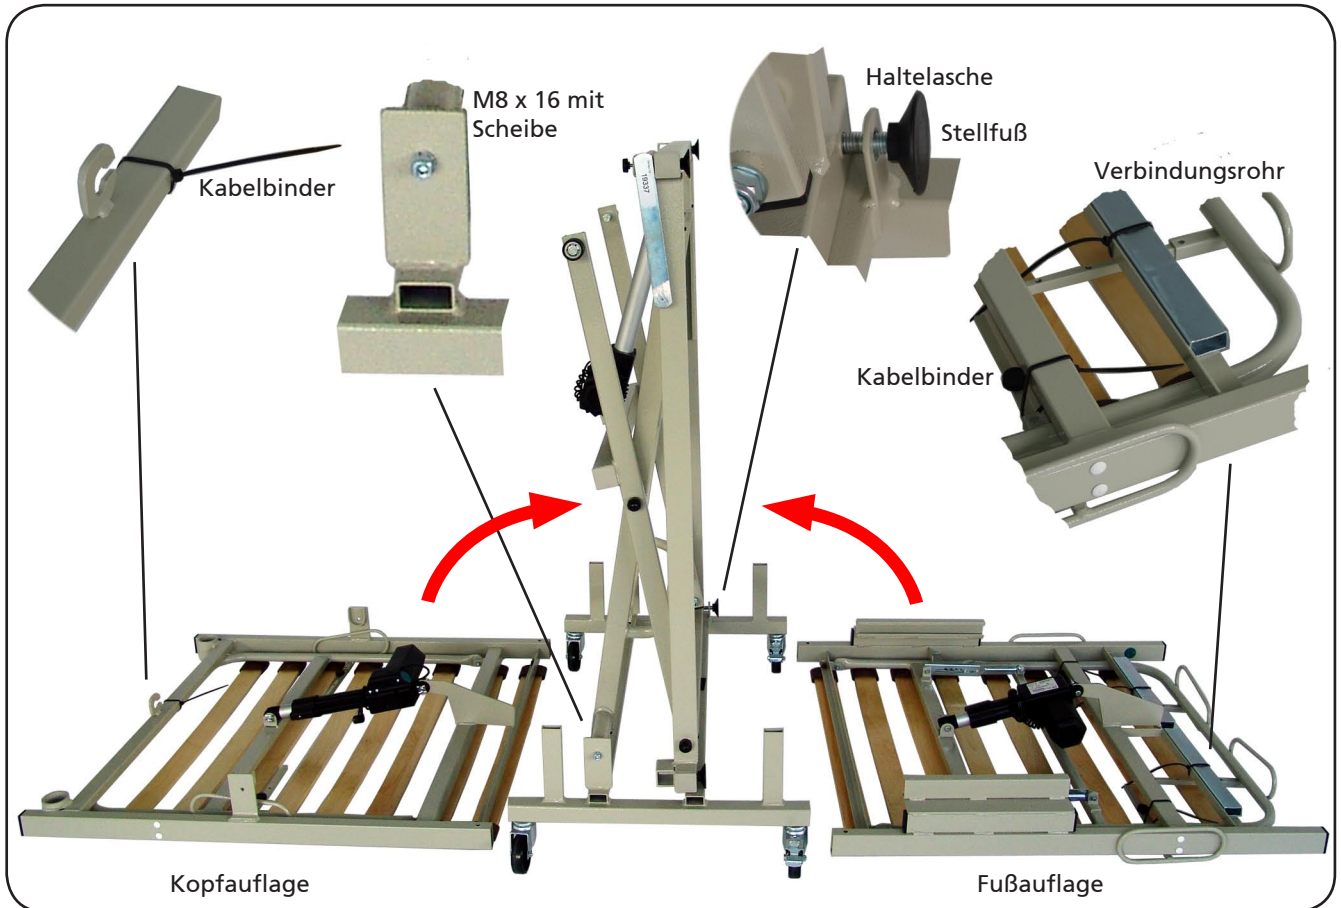

Abbildung 05
4.4 Entnahme von der Transporthilfe (Abbildung 05)
4.5 Befestigung auf der Transporthilfe (Abbildung 05)